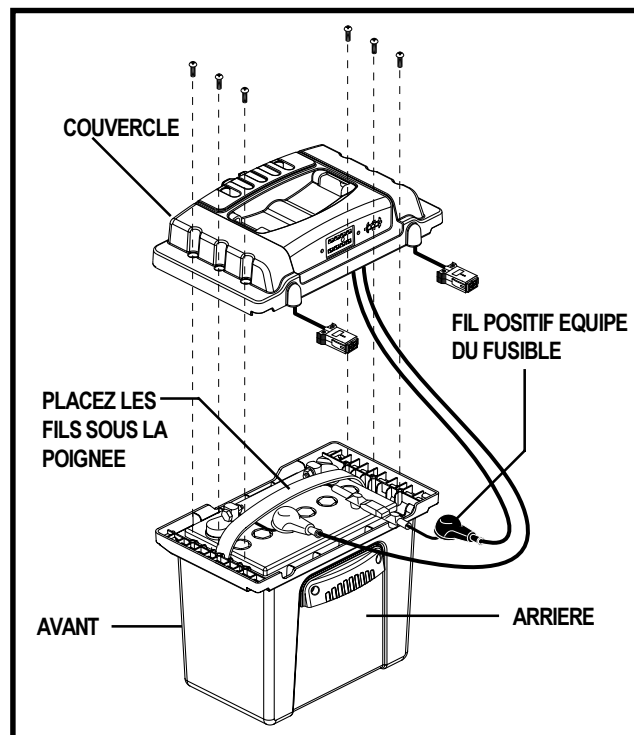

Figure 31. Boîtier de batterie arrière
2. Détachez les courroies qui retiennent le couvercle du boîtier. Voir les figures 31 et 32.
6. Installez les fils, branchez les fils noirs aux bornes négatives (-) et les fils rouges aux bornes positives (+) des batteries. Voir les figures 31 et 32.